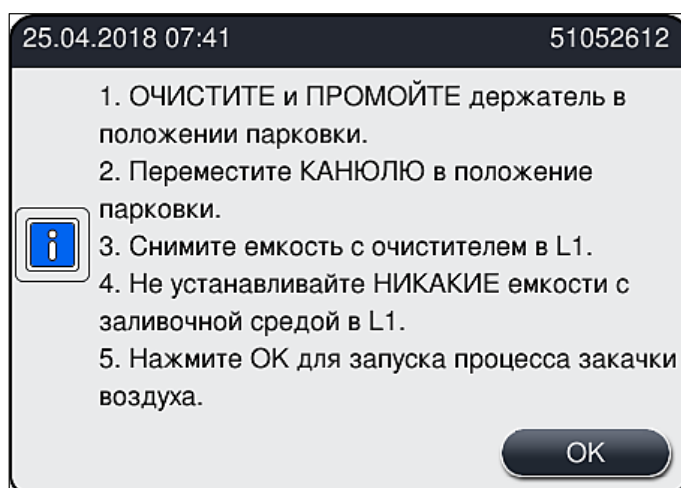

Рис. 105
4. Ознакомьтесь со следующим информационным сообщением (→ Рис. 105), содержащим инструкции, и подтвердите его нажатием на **ОК**.